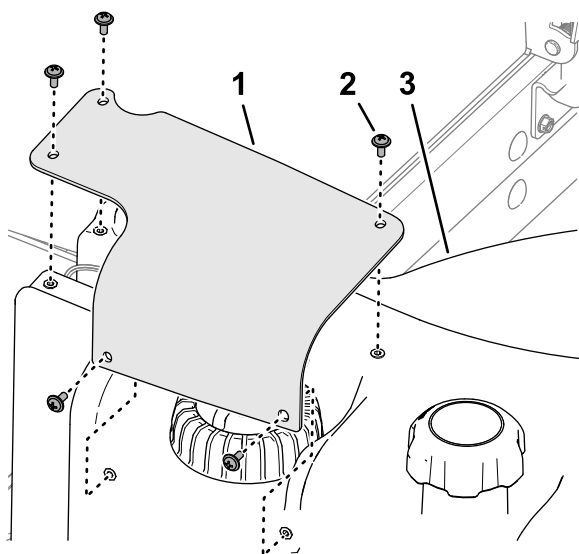

Bild 96
7. Richten Sie die Löcher in der Abdeckung des Kraftstoff-Füllstandsensors an den Löchern im Kraftstofftank aus und befestigen Sie die Abdeckung mit den fünf Kreuzschlitzschrauben am Kraftstofftank (Bild 96).